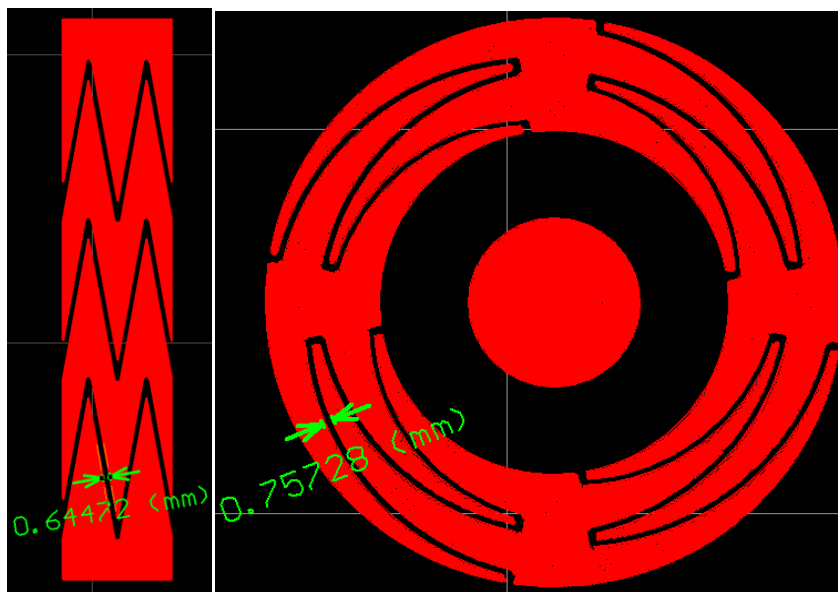

图 9
- 7) 滑条和转轮按键间隙可以缩小到 0.6mm。如图 9 所示：